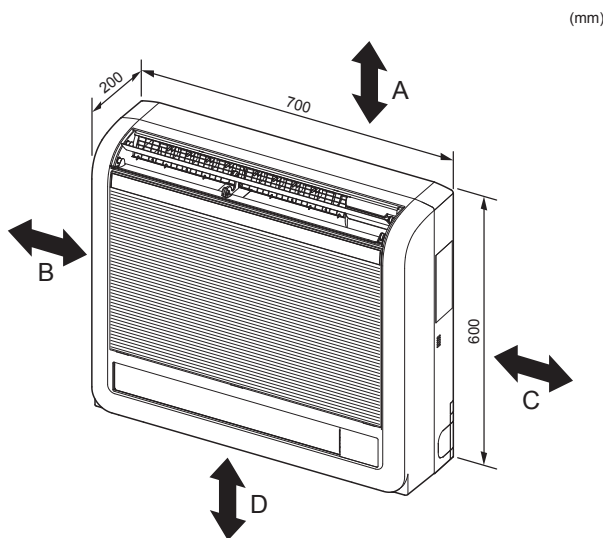

Fig. 2-1
①	Auslaufschlauch	1
②	Rohrisolation	1
③	Band	2
④	Montagehalterung für Innenanlage	1
⑤	Befestigungsschraube für ④ 4 × 25 mm	5
⑥	Holzschraube für Befestigung der Innenanlage	4
⑦	Unterlegscheibe von ⑥	4
⑧	Flizband (verwendet für Verrohrung links oder links hinten)	1
⑨	Kabel der MA-Fernbedienung	1
2.1. Außenabmessungen (Innenanlage) (Fig. 2-1)